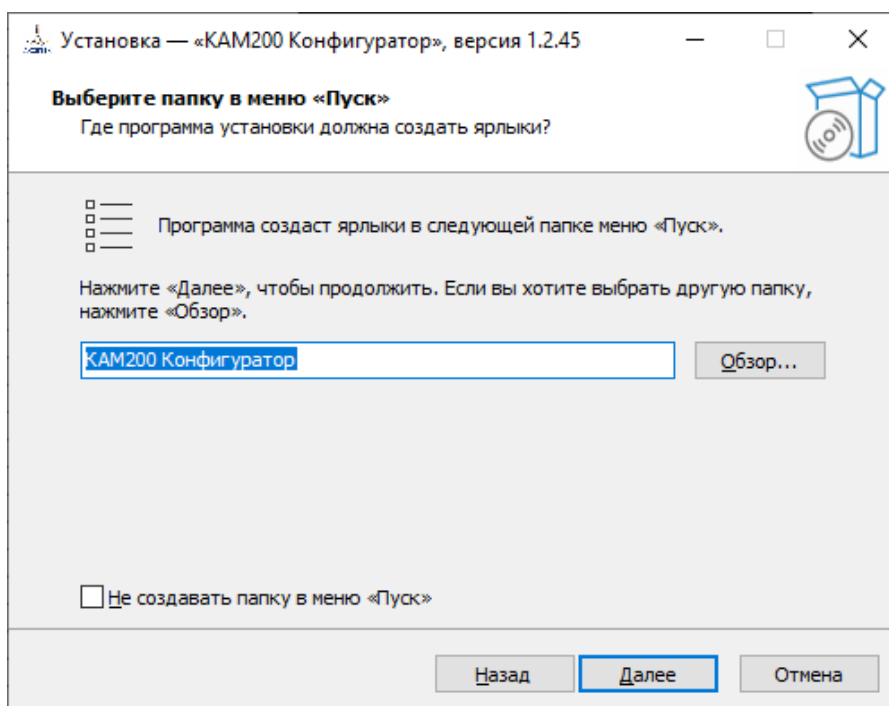

Рисунок 3 – Выбор папки в меню «Пуск»
4. Выбрать папку в меню «Пуск» (см. рисунок 3). Нажать кнопку «Далее».